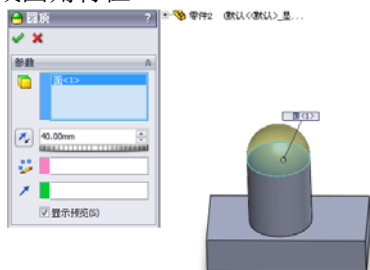

图 4-45 [圆顶]对话框
3. 在出现的[圆顶]属性管理器如图 4-45 中的[距离]微调框中指定圆顶的高度(高度从所选面的重心开始测量), 在图形区域中会看到效果的预览图。